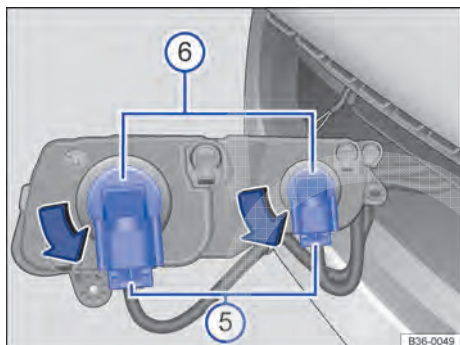

Fig. 275 Substituir a lâmpada incandescente do farol.
7. Destruvar e retirar a tomada ⇒ Fig. 275 ⑤.
8. Girar e remover a lâmpada incandescente ⑥ no sentido anti-horário até o batente.
12. Encaixar a tomada ⑤ na lâmpada incandescente até ouvir que ela foi travada. ▶